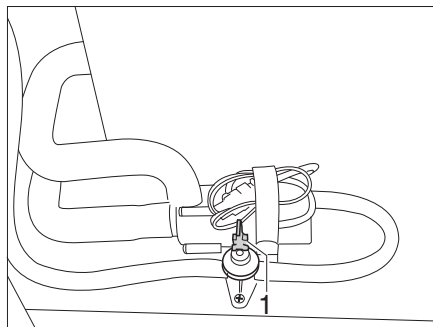

Fig. 220 Robinet de vidange
- Ouvrir tous les robinets de vidange. Pour cela, placer le levier à bascule (Fig. 220,1) en position verticale.